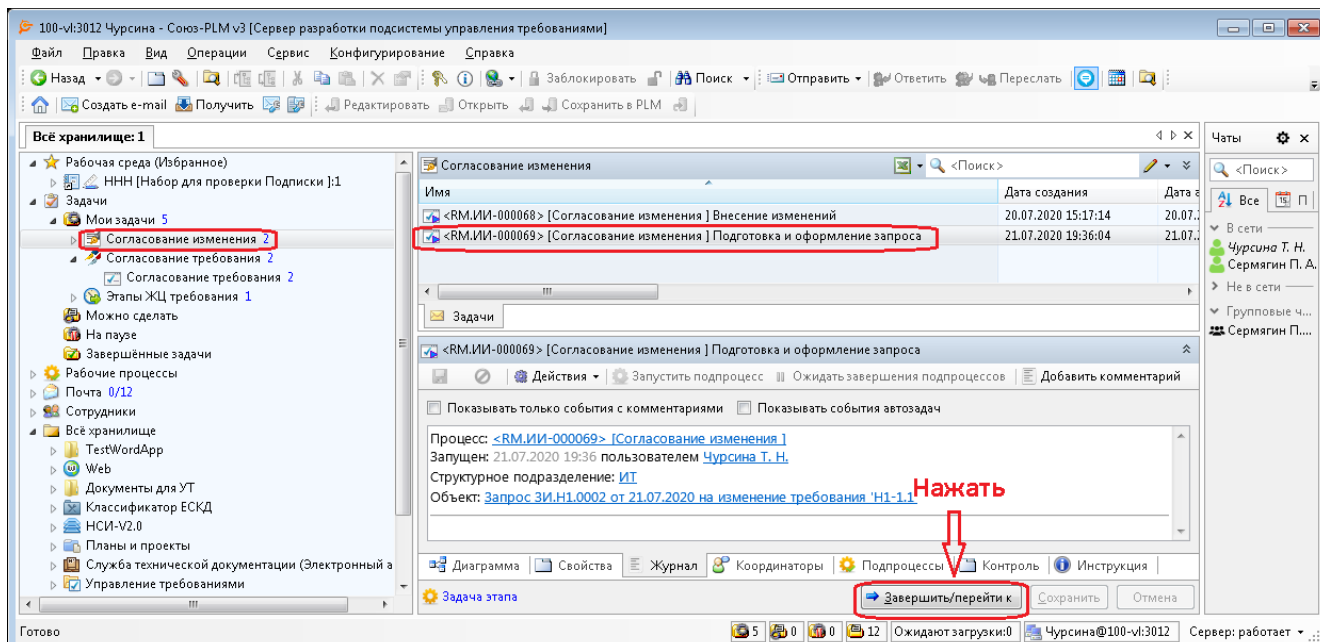

Рисунок 99 — Завершение подготовки и оформления запроса
- нажать «Завершить /перейти к» (Рисунок 99);